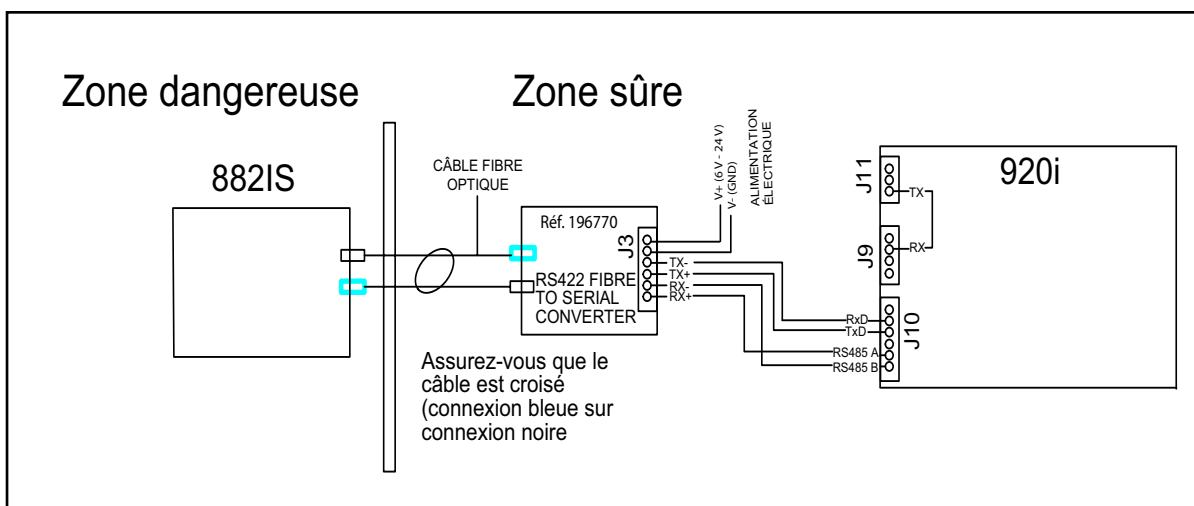

Figure 8-2. 882IS/882IS Plus - Exemple de système de mise en lots par points de consigne avec matériel RS-422
- Un boîtier convertisseur fibre-interface série RS-422 (réf. 196770) (Figure 8-2, page 76)